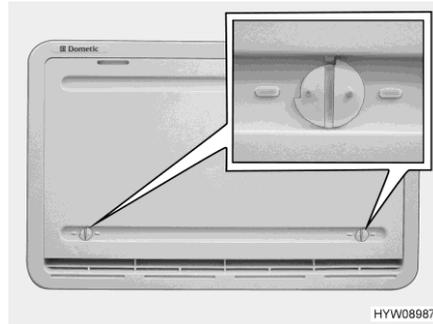

Fig. 247 Cubierta de invierno
Si el frigorífico ha de funcionar a temperaturas exteriores bajas, el fabricante recomienda la utilización de una cubierta de invierno (Fig. 247) para las rejillas de ventilación del frigorífico.
- Abrir ambos bloqueos (Fig. 247) (la ranura está en posición horizontal).